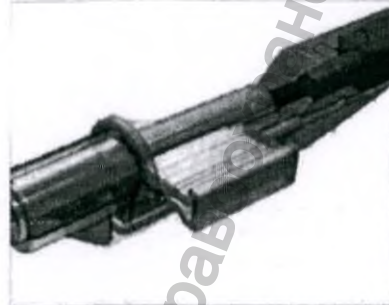

рис. 3
- Рисунок 3.** Нанести достаточное количество вискоэластика через кончик картриджа. Убедиться, что вискоэластик целиком заполнил кончик инжектора. Подождать 30 секунд.